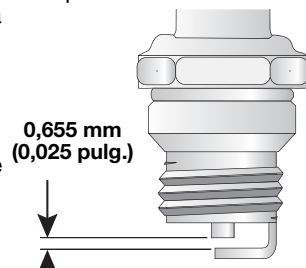

Fig. 34
4. Cambie las bujías que estén rajadas, sucias o deterioradas. Fije la separación de aire a 0,655 mm (0,025 pulgadas) utilizando un calibrador (Fig. 34).